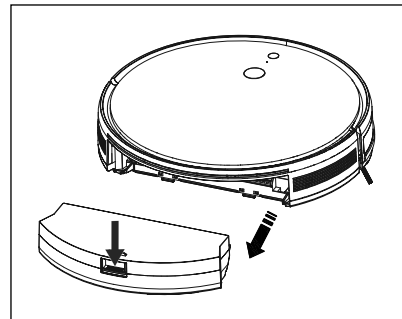

Fig. 7
- 1) Appuyez sur la touche de déverrouillage **15** du bac à poussière **16** et tirez-le hors de l'appareil (voir fig. 7).